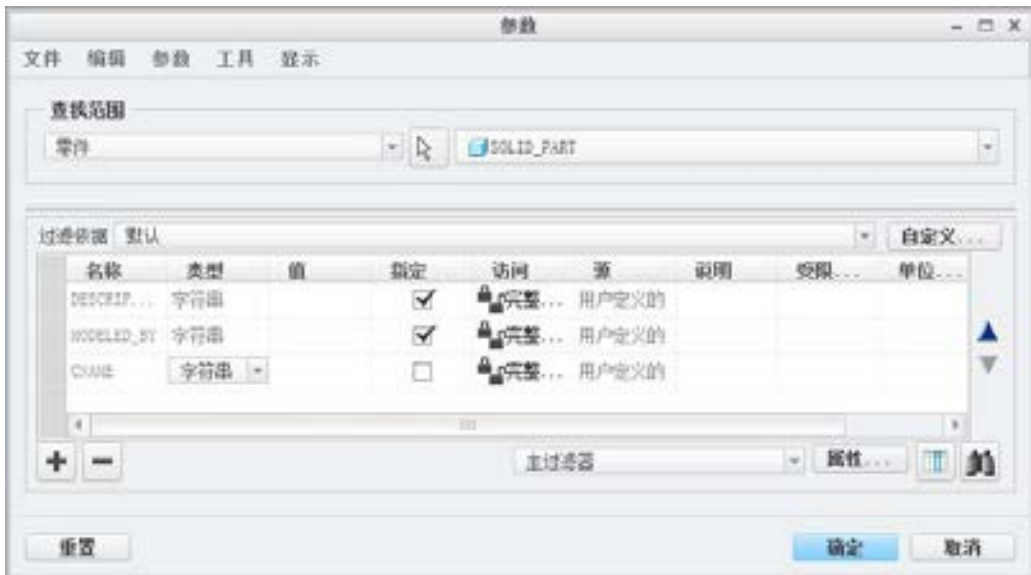

图 8.1.1 “参数”对话框
(1) 定义参数 CNAME。
① 在功能选项卡区域的 **工具** 选项卡中单击“参数”按钮 ，系统弹出“参数”对话框。
② 在“参数”对话框中的 **查找范围** 区域中，选择对象类型为 **零件**，然后单击 **+** 按钮。
③ 在 **名称** 栏中输入新参数名“CNAME”，在 **类型** 下拉列表中选择 **字符串** 选项，结果如图 8.1.1 所示。